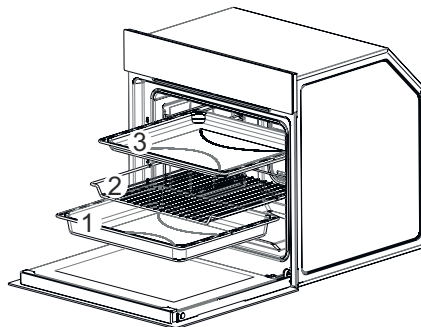

Рис. 22
- Снимите противни и решетку (1-2-3 / Рис. 22).